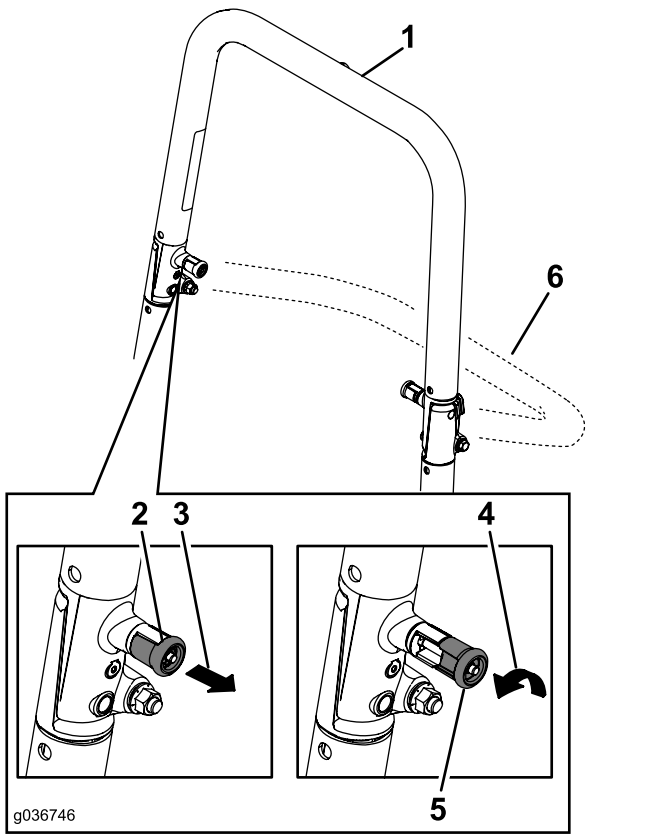

図 9
1. まず ROPS を通常使用位置に立て、次にノブを回して溝に半分掛かった状態にする図 9。
2. 次にROPSを完全に立てて上部バーを押えながら穴を整列させると、ピンがひとりで中にはまる図 9。